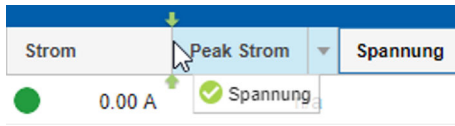

Abb. 96: Parameter verschieben
4. Bei Bedarf einen einzelnen Parameter (z. B. „Strom“) anklicken und innerhalb der Titelzeile verschieben (Abb. 96).